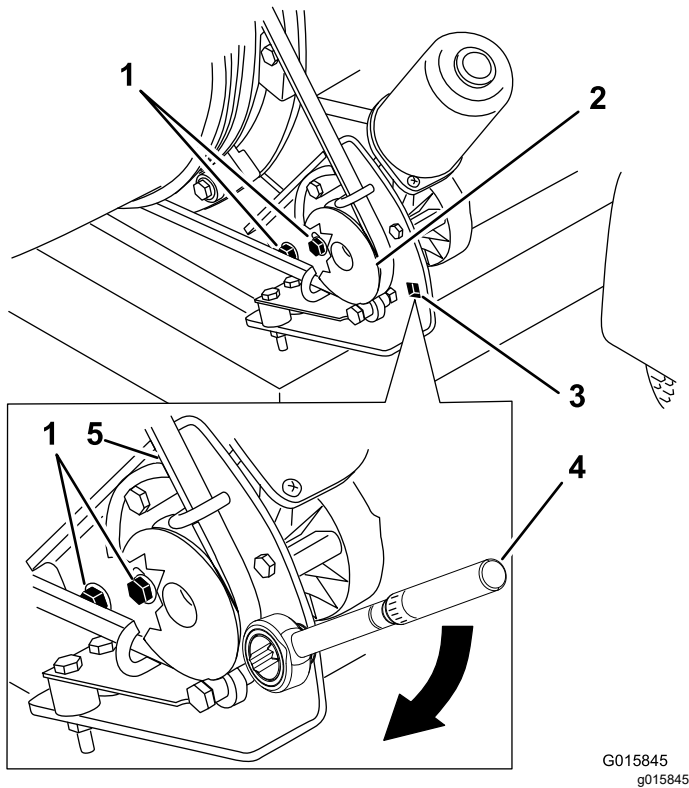

Figure 47
2. Desserrez les 2 vis à embase et les 2 contre-écrous à embase qui fixent le support de montage du moteur sur le support de carter du cadre de la machine (Figure 47).
4. Faites pivoter le support du moteur pour l'éloigner de l'embout (Figure 47) jusqu'à ce que la clé dynamométrique indique 22,6 à 26 N·m.
3. Insérez le carré d'entraînement d'une clé dynamométrique dans le support de montage de la poulie, comme montré à la Figure 47.